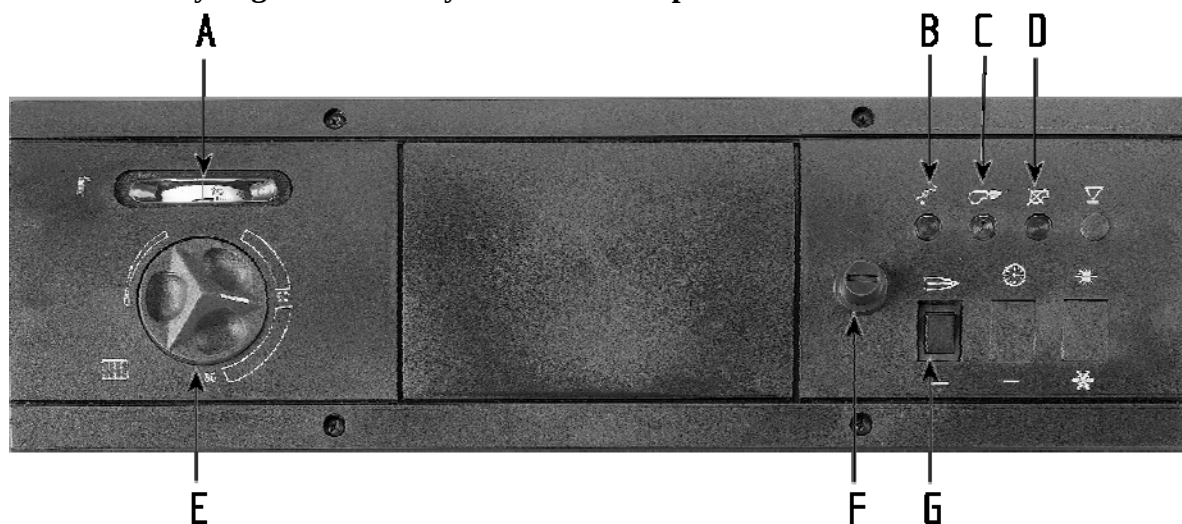

Fig. 1.4.1
(bogstaver i parentes henviser til fig. 1.4.1)
Ved vandpåfyldning skal El.kontakt for pumpe og brænder (G) (se fig. 1.4.1) være slået fra.